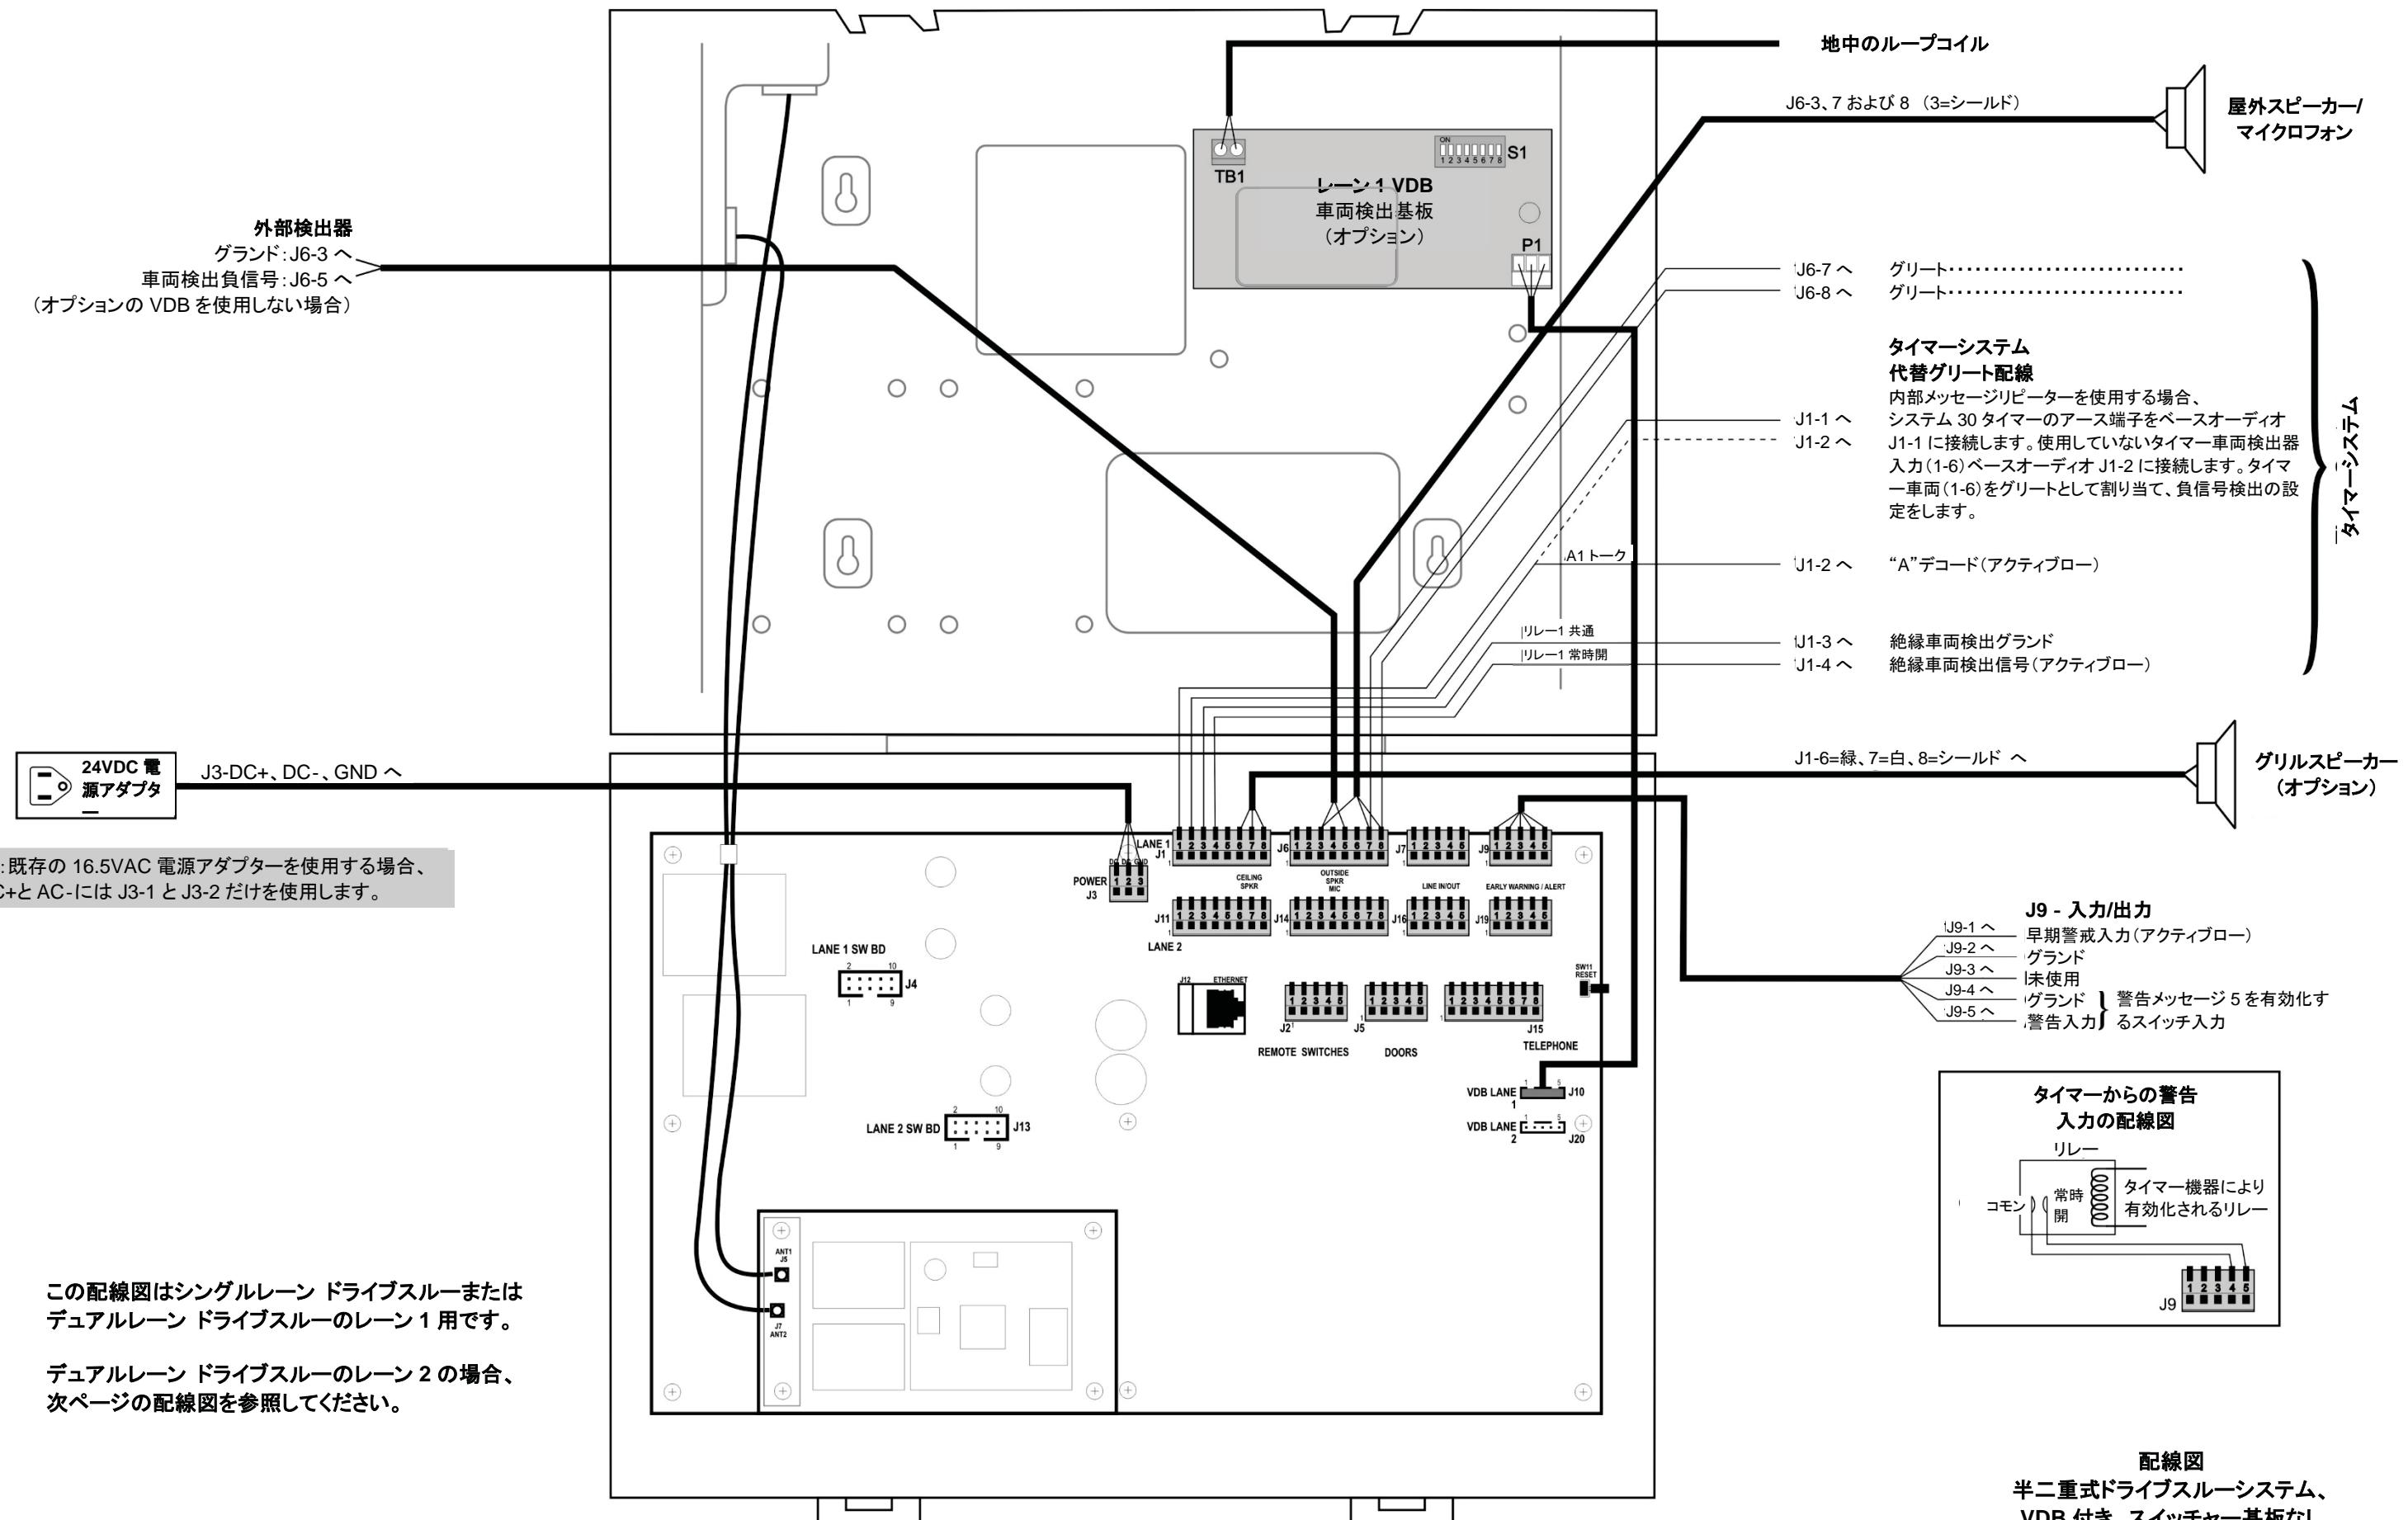

図 32
- ページ 94、図 32 — (レーン 1 またはシングルレーンの接続)